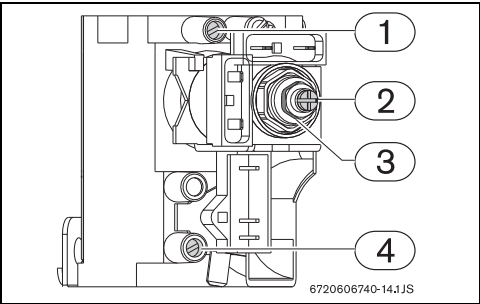

Fig. 14 Puntos de medición de presión
- Utilizando la tuerca de ajuste (→Fig. 14, [3]) regule la presión hasta alcanzar los valores indicados en la Tab. 5.
- ▶ Utilizando el tornillo de ajuste (→ Fig. 14, [2]) regule la presión hasta alcanzar los valores indicados en la Tab. 5.